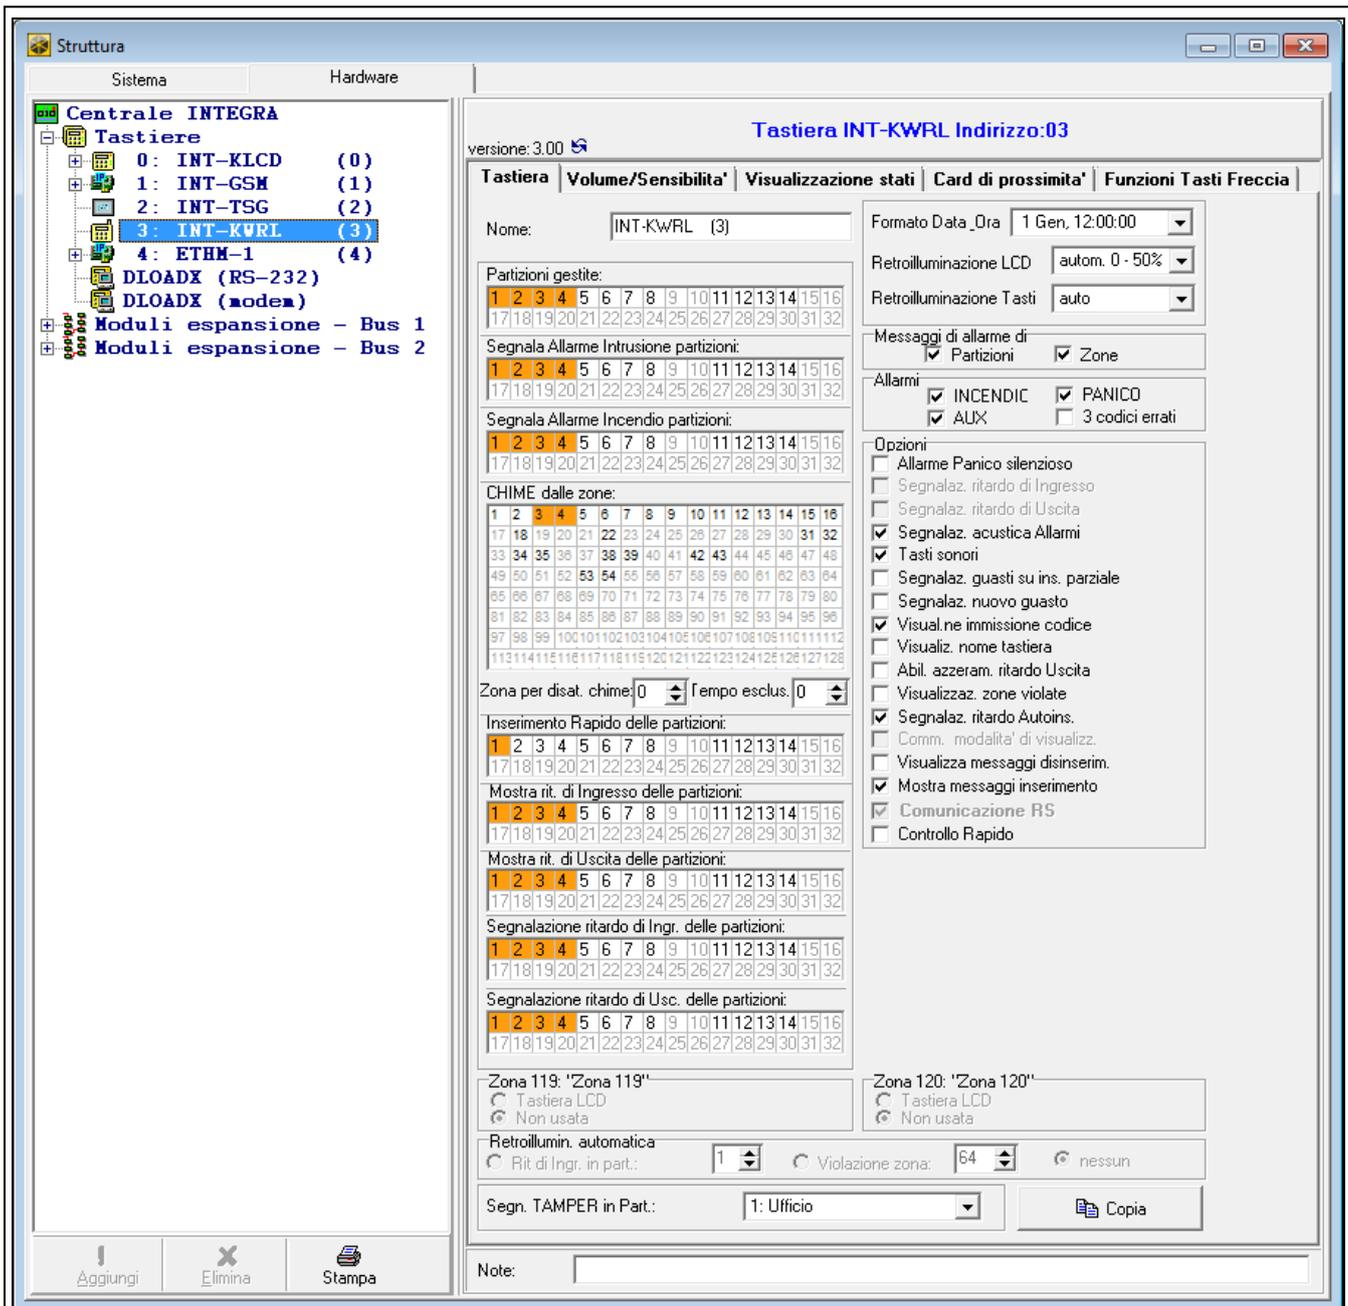

Fig. 7. Software DLOADX: impostazioni della tastiera memorizzate nella centrale – scheda “Tastiera”.
- Software DLOADX: →finestra “Struttura” →scheda “Hardware” →ramo “Moduli Espansione” →[nome tastiera] (vedi: Fig. 7),